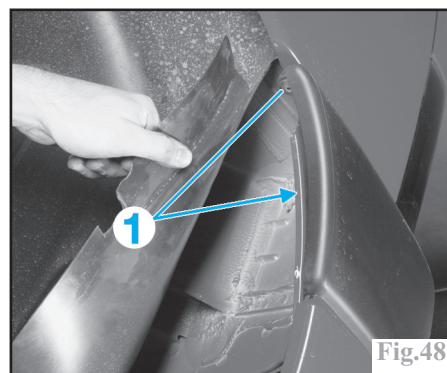

Fig.48
Dans le passage de roue, déposer les vis (1) (Fig.48).